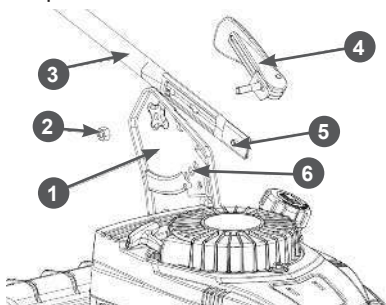

Рис. 4. Установка нижней части рабочей рукоятки
2. Установите нижнюю часть рабочей рукоятки 3 (Рис. 4). Для этого вставьте штифт 5 нижней части рабочей рукоятки, в одно из трёх отверстий регулировки высоты 6 (Рис. 4). Затем совместите отверстия в нижней части рукоятки и кронштейне, вставьте в образовавшееся отверстие эксцентриковый рычаг 4 и накрутите шестигранную гайку 2 (Рис. 4), не затягивая её. Точно также установите другую сторону нижней части рабочей рукоятки. Зафиксируйте обе стороны поворотом эксцентриковых рычагов. Убедитесь, что рукоятка установлена в одном и том же положении с обеих сторон.